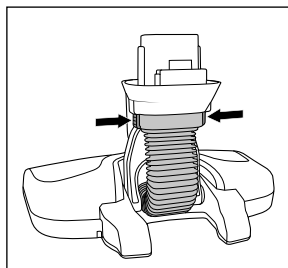

Fig. 17
- ◆ Tryk de to oplåsningsknapper **18** på slangestykket sammen, og tag slangestykket af (se fig. 17).